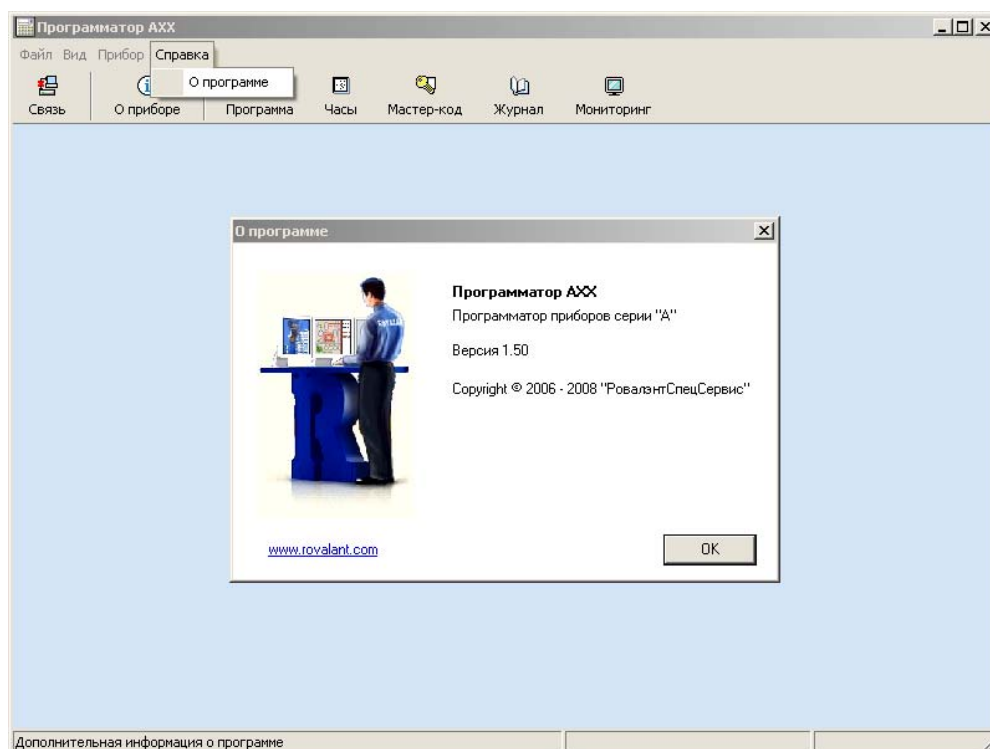

Рисунок 15 – Раздел главного меню «Справка»
2.3.2.4 Раздел главного меню «Справка» выводит справочную информацию о программе, рисунок 15: